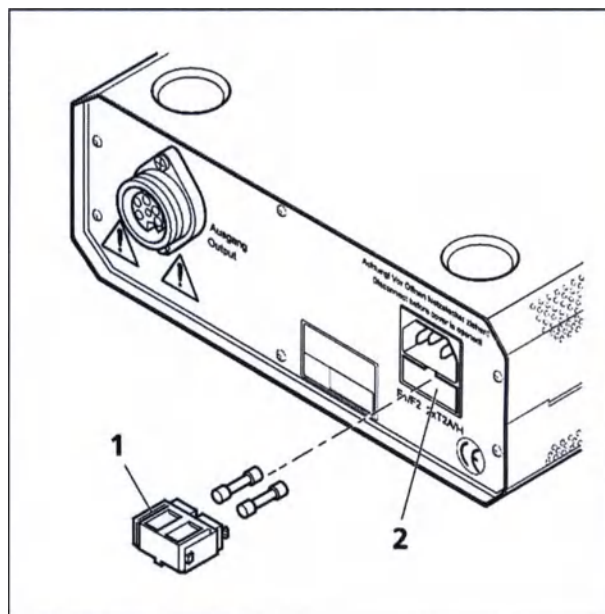

Рис. 162
- Снимите защитный чехол или объектив с корпуса камеры (рис. 162/1).
- Прикрепите к корпусу камеры соответствующий адаптер T2 (рис. 162/2).
- Снимите защитный чехол с адаптера V200 T2 2,5x для зеркальной фотокамеры (рис. 162/3).
- Прикрепите заранее установленную фотокамеру к переднему порту (рис. 162/5), горизонтально выровняйте ее и закрутите зажимной винт (рис. 162/6) с помощью отвертки с шаровой головкой на 3 мм.
- После переключения светового пучка (рис. 162/7) с визуального наблюдения на передний порт 100 % света переводится на камеру.